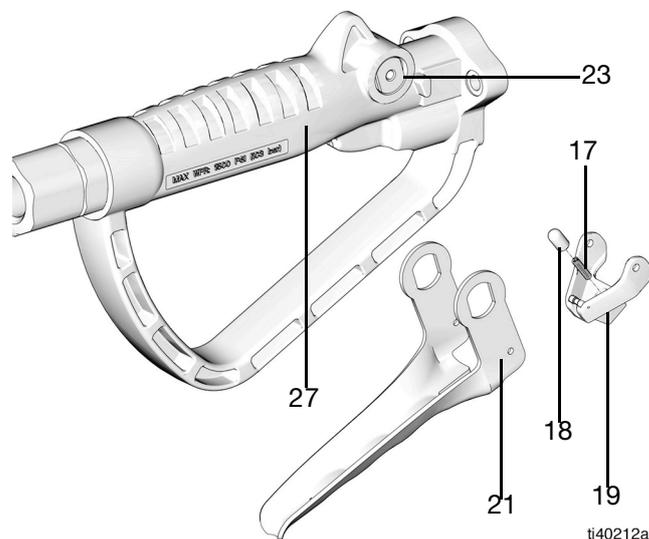

FIG. 27
3. Instale el montaje del gatillo (21) en la leva (23), asegurándose de que el muelle (17) y la guía del muelle (18) estén situados entre el cierre (19) y el alojamiento de la válvula (27) (FIG. 27).